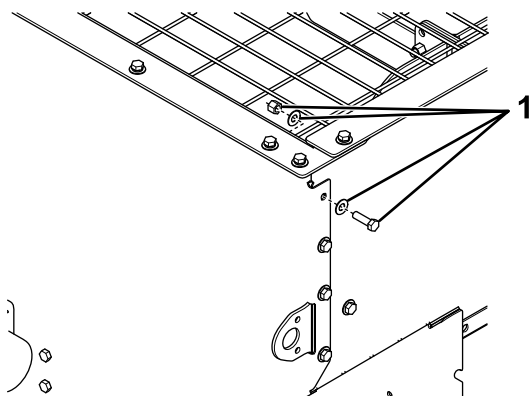

Figura 7
17. Retire y deseche las fijaciones superiores de la parte trasera de los lados de la tolva, como se muestra en la Figura 7.